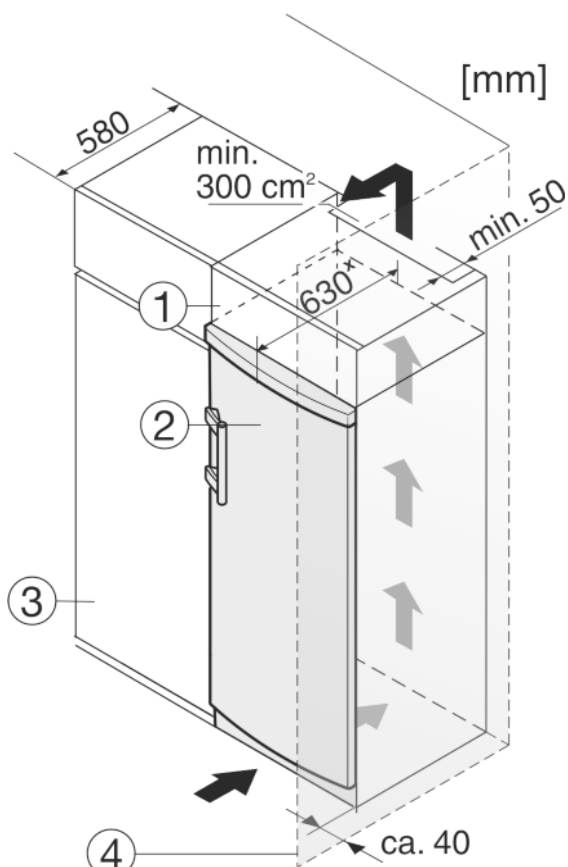

Fig. 9
L'appareil peut être réagencé avec des buffets de cuisine. Pour adapter l'appareil Fig. 9 (2) à la hauteur du coin cuisine, une rehausse Fig. 9 (1) peut être posée sur l'appareil.
Lors de la transformation avec des placards de cuisine (profondeur max. 580 mm), l'appareil peut être placé directement à côté du placard de cuisine Fig. 9 (3). L'appareil dépasse latéralement de 34 mm \* et de 50 mm \* au centre de l'appareil par rapport à la face avant du placard de cuisine.
Si l'appareil est installé avec les charnières à côté d'un mur Fig. 9 (4), la distance entre l'appareil et le mur doit être de 40 mm min. Ceci correspond à la saillie de la poignée lorsque la porte est ouverte.